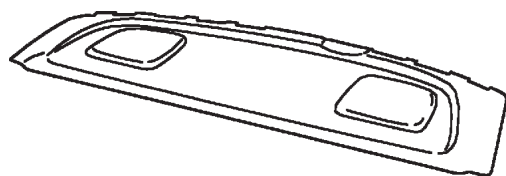

図5-1
1. **リアパーセルシェルフィニッシャーの加工**（図5-1）